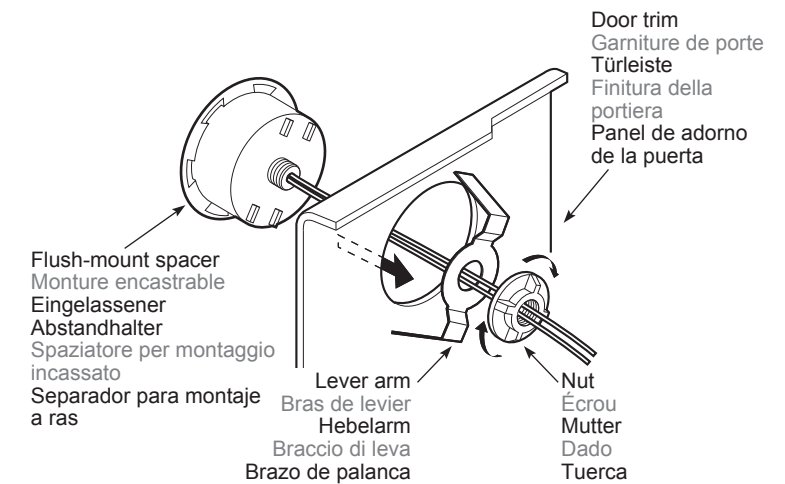

Figure 3 / Figure 3 / Abbildung 3 / figura 3 / Figura 3
- Fit the lever arm from the back of the door trim and fix the flush-mount spacer firmly to the door trim with the nut. (Figure 3)
- Ajustez le bras de levier par le dos de la garniture de porte et fixez solidement la monture encastrable à la garniture de porte avec l'écrou. (Figure 3)
- Befestigen Sie den Hebelarm auf der Rückseite der Türleiste, und befestigen Sie den eingelassenen Abstandhalter mit der Mutter fest an der Türleiste. (Abbildung 3)